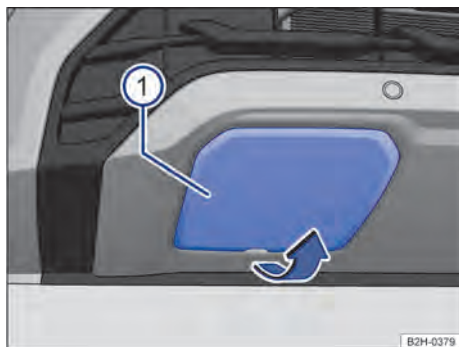

Fig. 175 No para-choque dianteiro à direita: cobertura, variante 1.
① Cobertura.
1. Segurar no rebaixo da cobertura e remover a cobertura no sentido da seta → Fig. 175 ①.